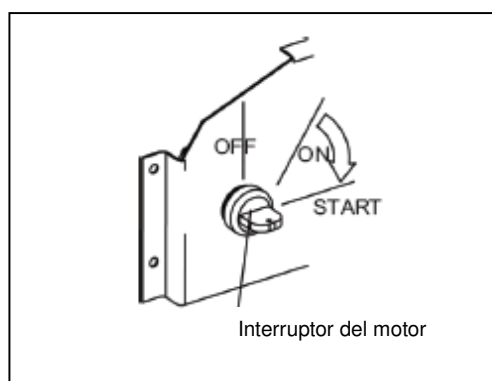

Fig. 10
4.4. Gire la llave de contacto hacia la posición de START (Encendido) hasta que el motor arranque (Fig. 10)